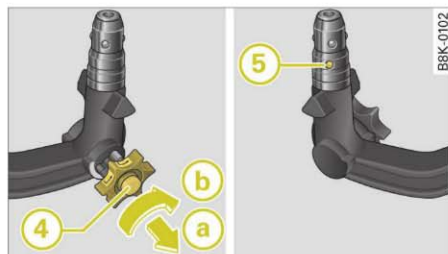

Fig. 206 Dispozitiv demontabil de remorcă: Pretensionarea cuplei sferice
- Pentru a încuia cupla sferică, introduceți cheia ④ ⇒ fig. 206 în rozetă și rotiți spre dreapta.
- Trageți rozeta în sensul indicat de săgeata ① și răsuciți-o în sensul săgeții ② până când sfera de blocare ③ se blochează ⇒ ⚠.